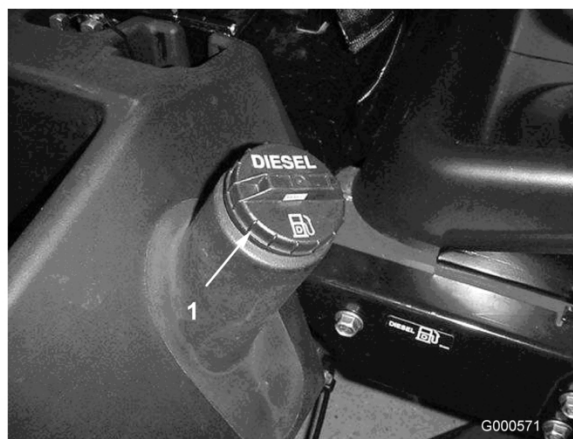

Figura 13
1. Retire el tapón del depósito de combustible (Figura 13).